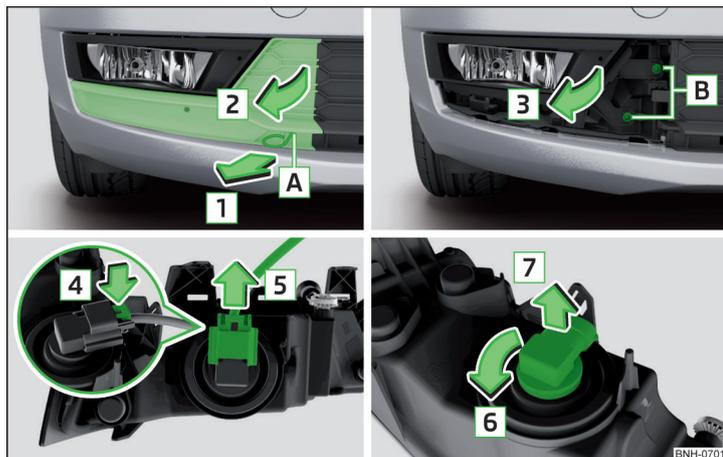

Fig. 270 Retirar el faro antiniebla / cambiar la bombilla
- Introducir en la apertura **A** » fig. 270 el estribo para retirar los tapacubos integrales.
- Monte el faro antiniebla en sentido contrario al de la flecha **3** » fig. 270 y enrósquelo.